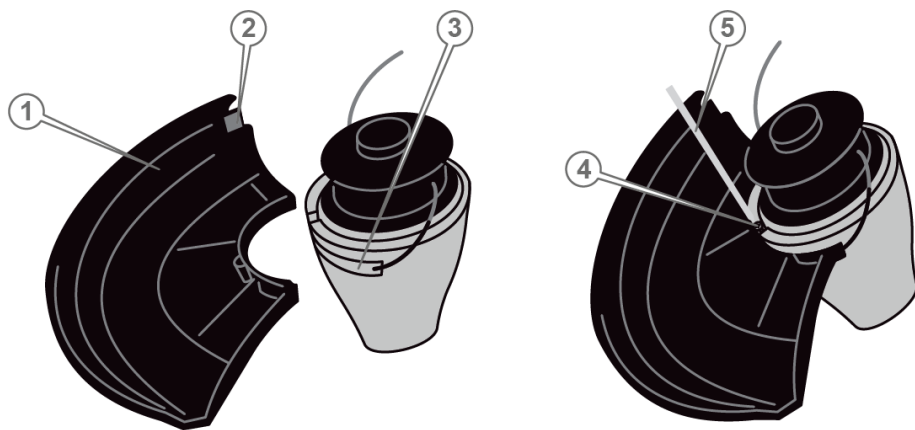

Рисунок 2. Схема встановлення захисного кожуха «NOWA EP 400k».
1. Приєднати до тримера захисний кожух (1, рис. 2), для чого вставити його в пази корпусу електродвигуна (3, рис. 2).
2. Закрутити в отвір фіксувальний шуруп (4, рис. 2) із комплекту постачання, використовуючи хрестоподібну викрутку (5, рис. 2).
Для подовження кінців різальної жилки нахилити виріб уперед так, щоб різальна головка торкнулася поверхні землі. Жилка автоматично вийде з головки, а зайва довжина автоматично буде відрізана нерухомим ножем (2, рис. 2) захисного кожуха.